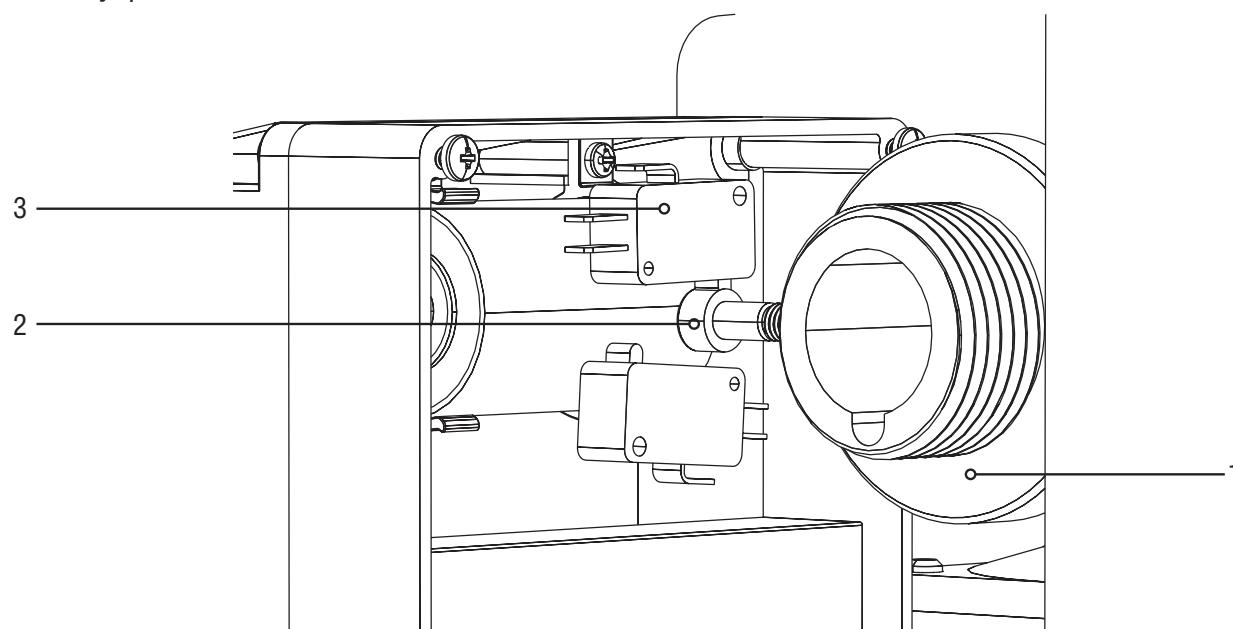

Рисунок 5
- Переместите кольцо уст новки кр йных положений (поз.1) т ким обр зом, чтобы винт (поз.2) н жим л н нижний микропереключ тель (поз.3). См. рисунок 5.